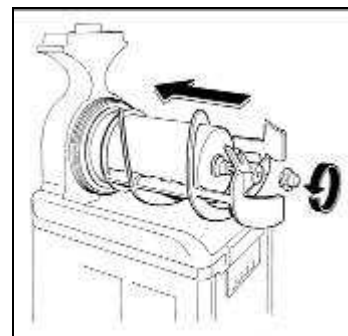

Abb. 23
- Schrauben Sie die Befestigungsmutter entgegen des Uhrzeigersinns ein, um die Komponenten in Position zu sichern (Abb. 23).